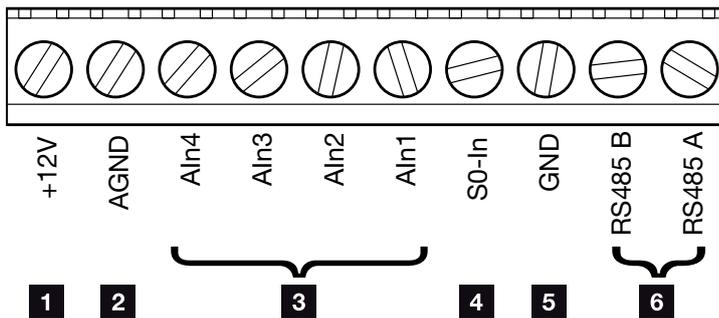

Fig. 35: Opbygning for tilslutningsklemmen 10-polet
7. Sæt vekselstrømsomformersens DC-afbryder om på ON. ↗ Fig. 35